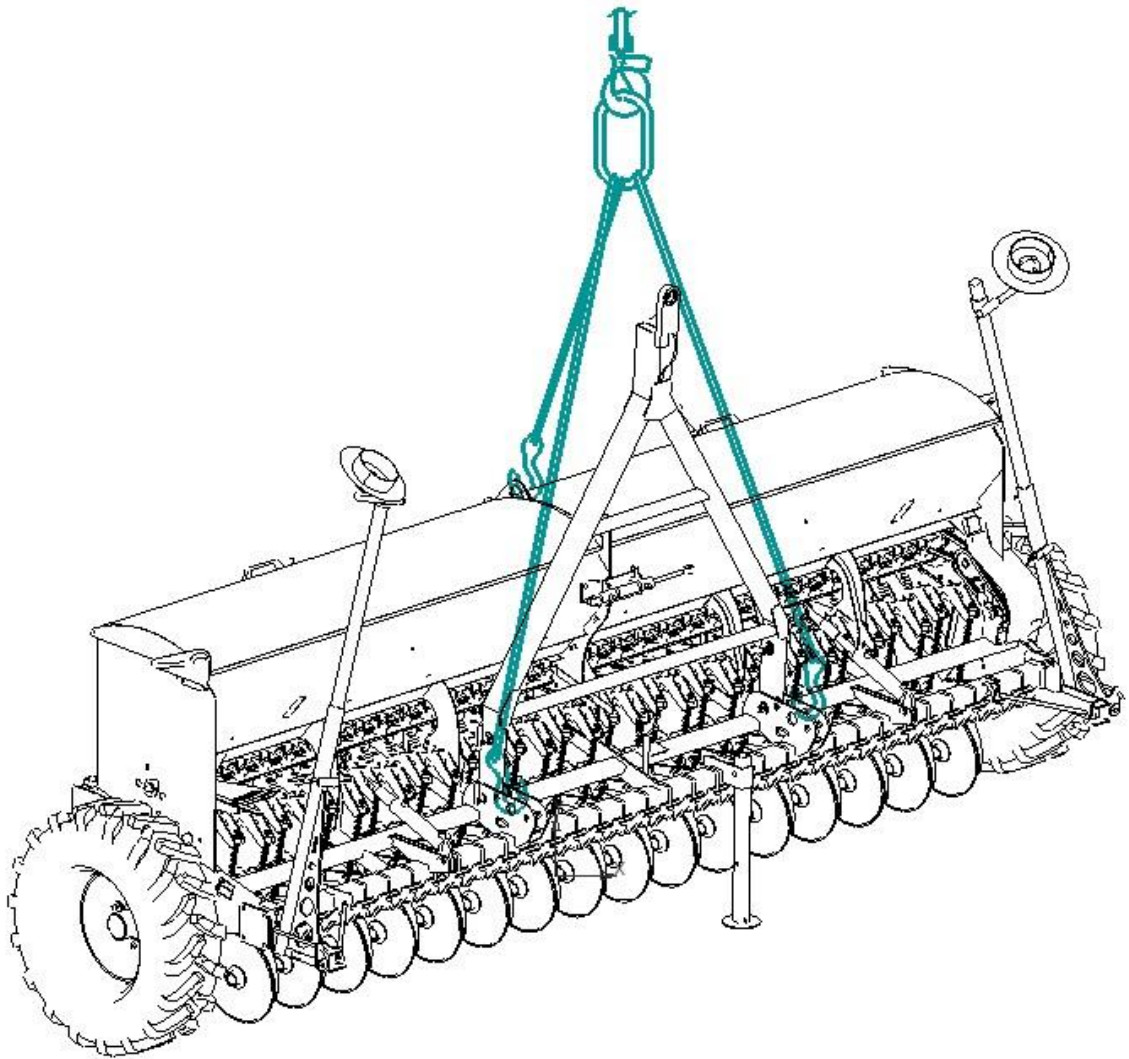

Рисунок 4.1
- 2) строповку сеялки производить только за обозначенные кронштейны (Рис. 4.1);